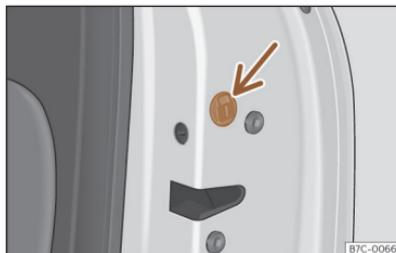

Abb. 73 Notfallsperre der Tür.
- Ggf. muss die Gummidichtung  an der Stirnseite der Tür entfernt werden >>> (Abb. 73).